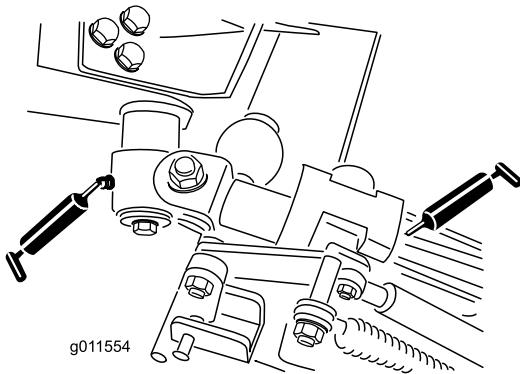

Figura 52
- Dois casquilhos da articulação da alavanca (Figura 52)
- Quatro casquilhos do braço traseiro (Figura 52)